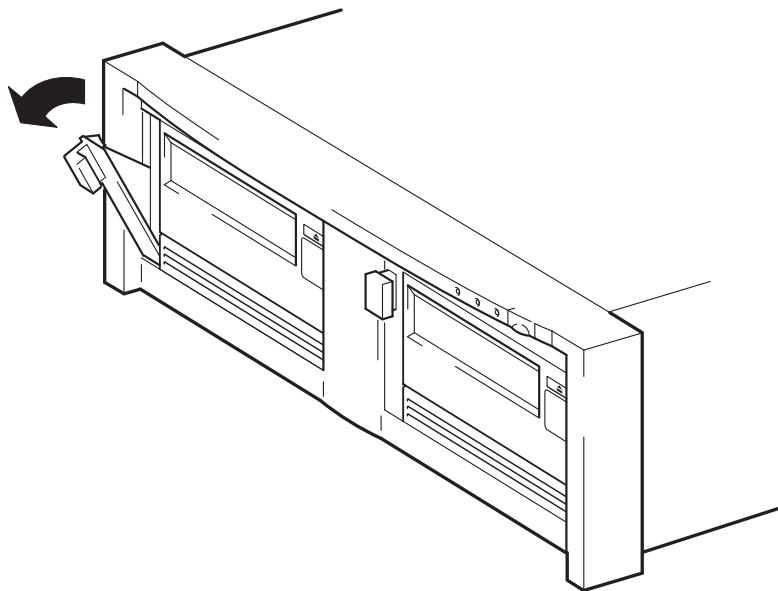

图 9a: 拉出抽出器拉杆
- 1 将要更换的磁带机的抽出器拉杆拉至伸出位置。（见图 9a。）